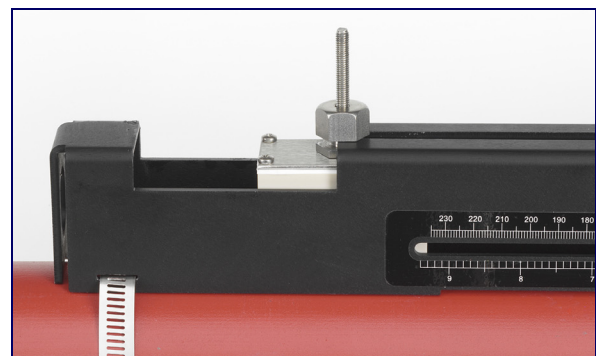

Figura 2.10
9. Siguiendo el método empleado para insertar el transductor de señal descendente, baje con cuidado el conjunto del transductor a través de la abertura rectangular hasta que las ranuras del lateral del tornillo de fijación del transductor se alineen con los bordes de la parte superior del riel guía (Figura 2.10).